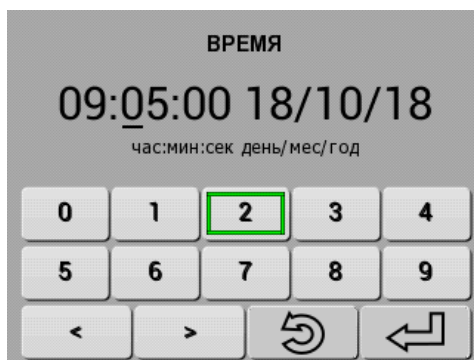

Рис. 13. Окно меню редактирования времени
4) для коррекции прочитанного времени или задания нового перейдите в меню редактирования времени (МЕНЮ→ПРИБОР→ВРЕМЯ→Изменить, Рис. 13) и используя числовую виртуальную клавиатуру введите требуемое время;